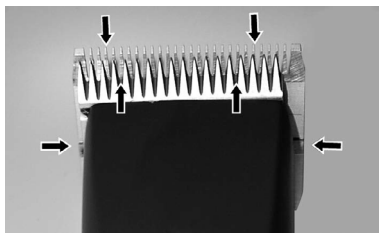

Fig. 22
Une fine couche d'huile sur le peigne supérieur et inférieur est indispensable pour obtenir un bon résultat de tonte et afin d'augmenter la longévité de la tondeuse (fig. 22).
- ▶ Lubrifiez les peignes suffisamment durant la tonte (au moins toutes 15 minutes), de manière à ce qu'ils ne passent pas à sec (fig. 22).
Il faut huiler les peignes avant, durant et après chaque usage. Si les peignes laissent des rayures ou se ralentissent, c'est un signe sûr que vous avez besoin de l'huile. Appliquez quelques gouttes de l'huile de l'avant et latéralement des peignes (flèches fig. 22). Enlevez de l'huile excédentaire par un drapeau doux et sec. Des aérosols lubrifiants ne contiennent pas assez d'huile pour une bonne lubrification, mais sont appropriés pour la réfrigération des peignes. Changez immédiatement des peignes endommagés ou crénelés afin d'éviter des blessures.